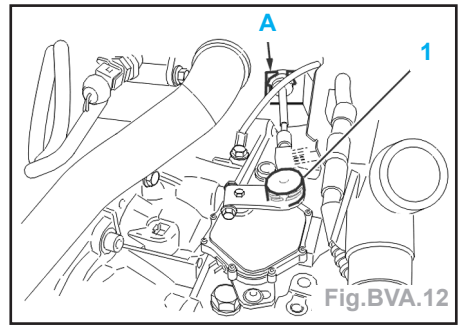

Fig.BVA.12
- Déposer (Fig.BVA.12) :
- la rotule (1),